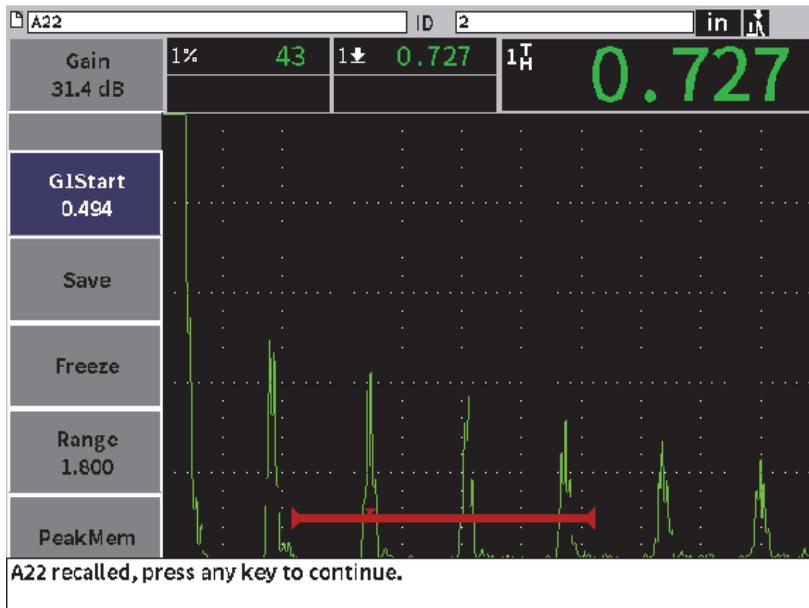

図 9-10 呼び出されたファイルデータ
2. Enter キーを押して保存済みデータをライブ A- スキャン波形表示します (136 ページの図 9-10 参照)。
表示中の ID がファイル識別名バーに表示されます。“<ファイル名> が呼び出されました。続行するにはいずれかのキーを押してください” という通知がメッセージバーに表示されます (136 ページの図 9-10 参照)。